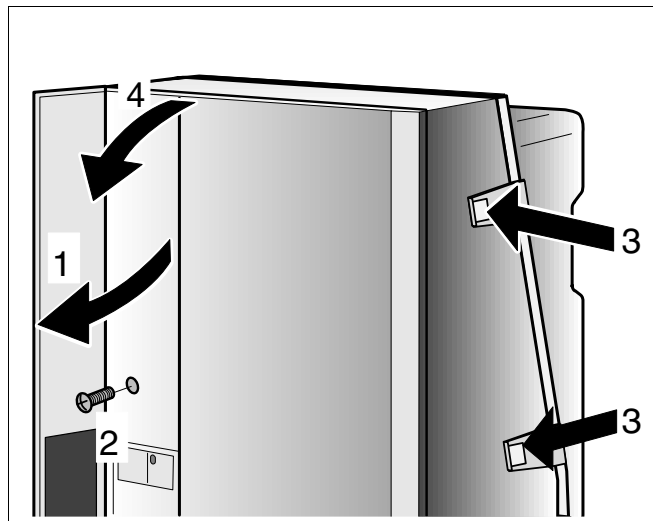

Abb. 10 Verkleidung abnehmen
- Halteschraube unter Abdeckung des Bedienfeldes lösen (Abb. 10, Pos. 2).
- Klappverschlüsse an Verkleidung lösen (Abb. 10, Pos. 3).
- Verkleidung leicht anheben und nach vorne abziehen (Abb. 10, Pos. 4).